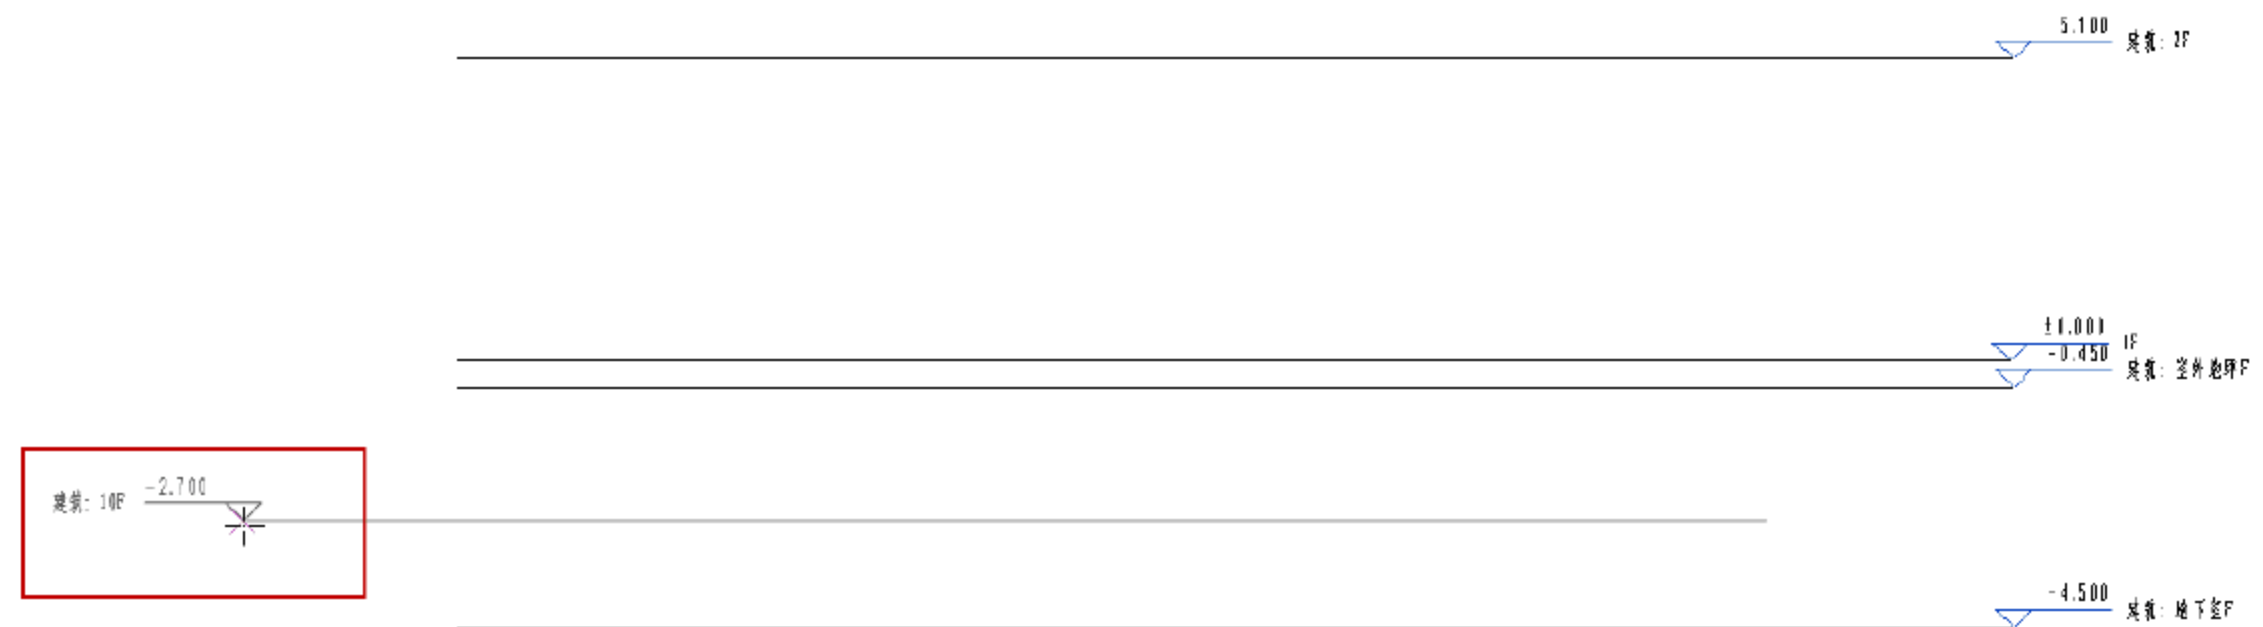

图 1.2.40 绘制结构标高
(2) 绘制结构标高。按两次快捷键 L，绘制一个任意高度（具体的标高数值在后面修改）的标高，注意和已有的建筑标高反方向（以示区别），如图 1.2.40 所示。